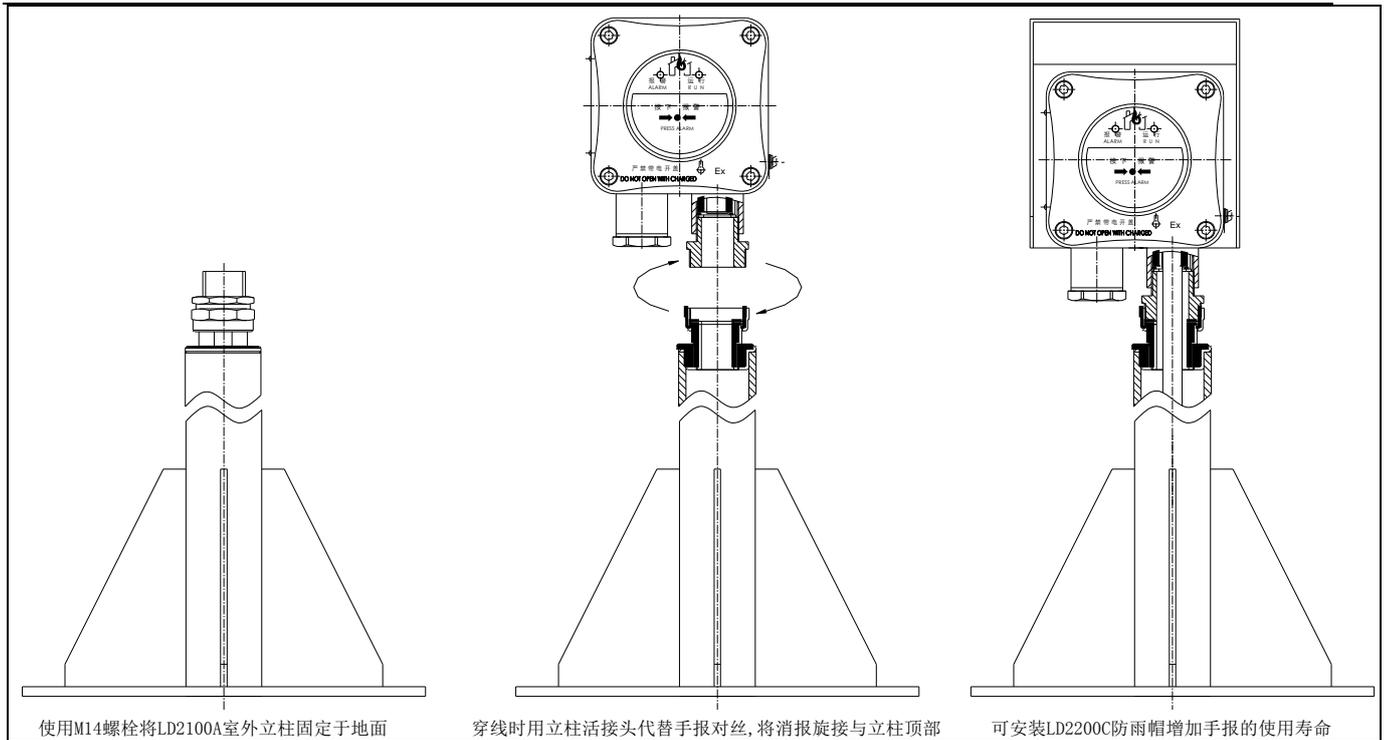

图 4-1 立柱安装
- 1) 立柱安装 (需购买与产品配套的立柱 LD2100A)：该安装方式为独立固定式安装，适合大空间无墙壁的安装环境。(如图 4-1)